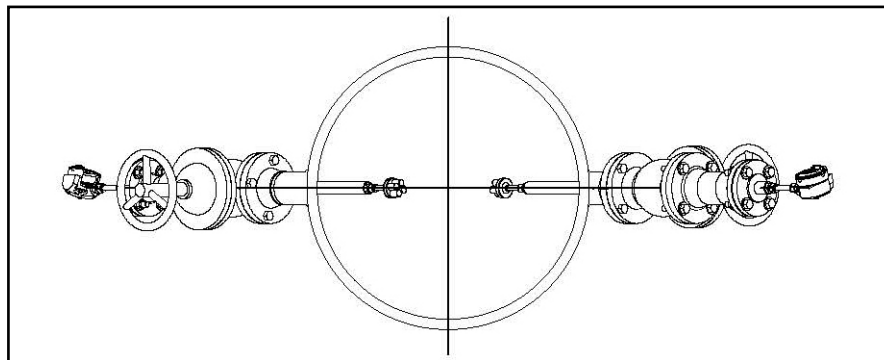

Figura 2: Configuración de ruta diametral
- Una configuración de trayectoria diametral (la trayectoria de la señal forma una línea a través del diámetro de la tubería (consulte *Figura 2* a continuación).